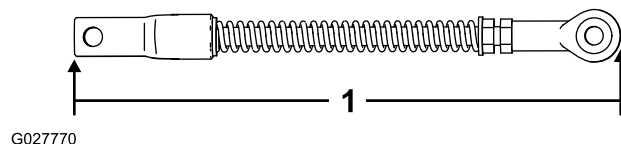

Figure 48
4. Desserrez l'écrou de blocage et réglez la bielle du levier coudé jusqu'à ce qu'elle mesure 24 cm d'un bout à l'autre (Figure 48).